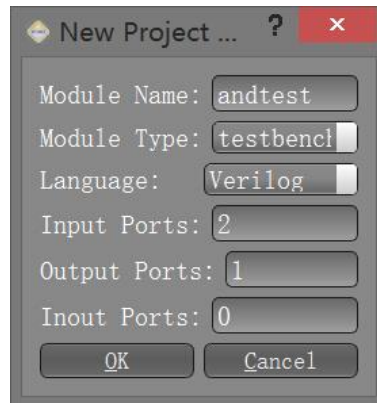

图 2-1-9 新建测试文件
(1) 新建一个文件。点击工具栏上的  按钮图标，在弹出的对话框中参照图 2-1-9 进行设计。